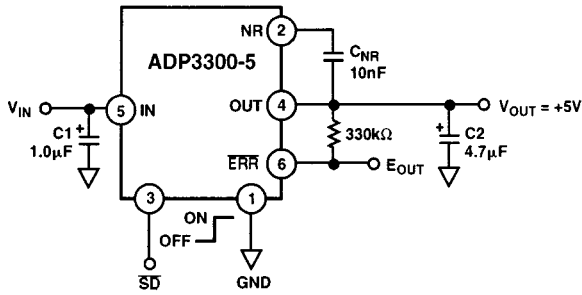

図21 . ノイズ除去回路
ノイズ除去コンデンサ (C_{NR}) を使用すれば、ノイズをさらに6 dB ~ 10 dB 減衰させることができます (図21)。もっとも良い結果は、10 nF ~ 100 nF のロー・リーケージ・コンデンサで得られます。負荷電流が200 μ A未滿のときは、4.7 μ Fの出力コンデンサによりノイズがもっとも低くなり、全体的にもパフォーマンスが最高になります。ノイズ除去・ピン (NR) は、高インピーダンスのノードに内部的に接続されているので、このノードに対する接続は、外部からノイズを拾うことがないように慎重に行う必要があります。このピンに接続する回路部品は、できる限り小さいものとします。したがってプリント基板上の長い引き回しは推奨できません。